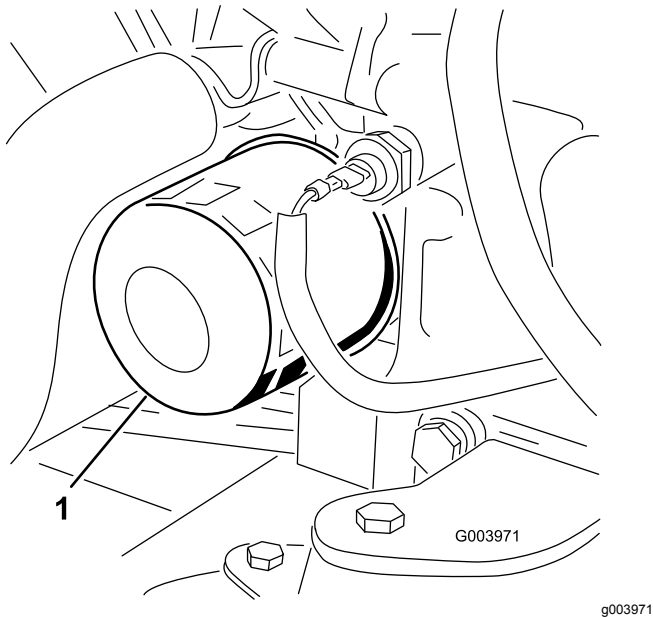

Figura 49
3. Retire el filtro de aceite (Figura 49).